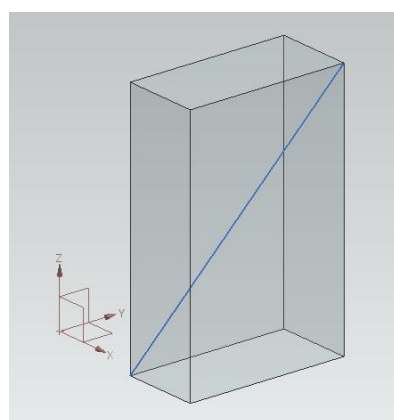
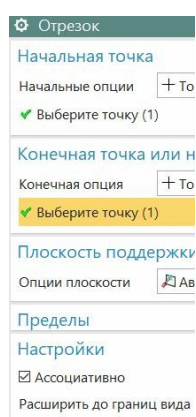

Рис.58
рис.59
- Представьте себе сцену, показанную на рис.58: есть параллелепипед, внутри которого проведена диагональная прямая. Причем, когда мы проводили эту прямую, мы **включили** переключатель **ассоциативно** (рис.59).